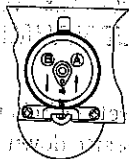

Abbildung 13.
2. Das Zwischenrad wie in Abb. 13 gezeigt, in die Mitte stellen.
3. Das Zwischenrad in Richtung des Pfeiles (A) in Abb. 13 mit Hilfe des Spannungsmessers drücken, bis es von dem Spulenmotorantrieb getrennt ist.
4. Das Zwischenrad in Richtung des Pfeiles (B) in Abb. 13 schrittweise zurückführen und prüfen, ob der Wert auf dem Spannungsmesser im Moment wo das Zwischenrad den Spulenmotorantrieb berührt, innerhalb des angegebenen Bereiches (120 bis 170 g.cm) ist.